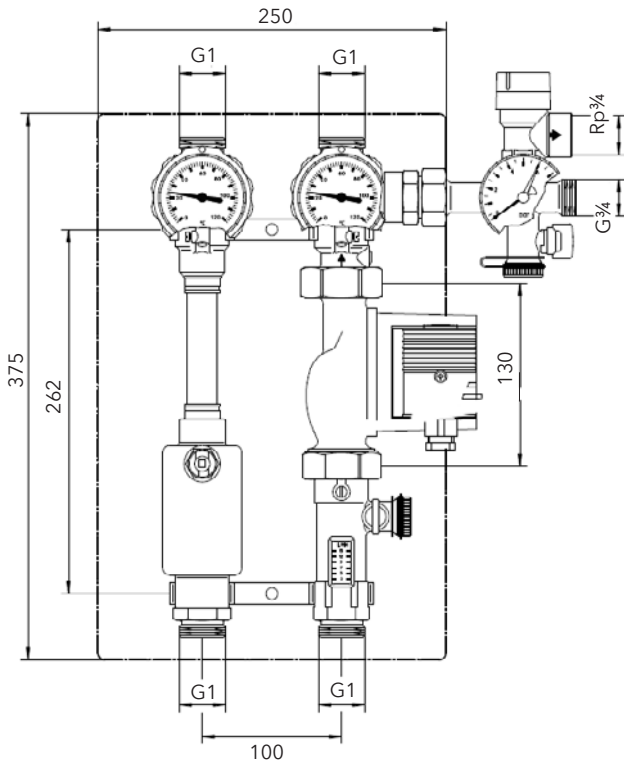

Bild 5 Bemaßung in mm
- Vordere Isolierschale (6) abnehmen.
- 2 Bohrungen im senkrechten Abstand von 262 mm für die beiden Wandhalterungen (8) anbringen (Bild 5). Solarstation anschrauben.
- Sicherheitsgruppe (2) mit beiliegender 3/4"-Dichtung an Rücklaufstrang anschließen. Beim Festziehen der Klemmringverschraubungen gehalten, da sich sonst Dichtstellen lösen oder Teile beschädigt werden können.
- Die Regler SUNGO S, SL und SXL können in die Solarstation integriert werden. Dazu die 4 mitgelieferten Hartschaumdübel (12) in die Bohrungen des Regler-Befestigungsblockes drehen. Anschließend Regler (13) mit Unterteil aufsetzen. Mit den 4 Befestigungsschrauben (14) Regler am Befestigungsblock festschrauben. Bei Verdrahtung an geeigneter Stelle mit Kabelbinder für Zugentlastung der Reglerklemmen sorgen.
- Vordere Isolierhaube (6) aufsetzen.